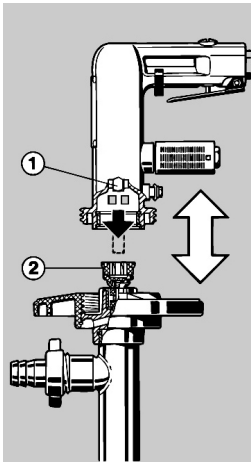

Fig. 4
- La conduite d'amenée d'air principale (6) nécessite une légère pente descendante d'au moins 1% dans le sens du flux, de façon que, en son point le plus bas, l'eau de condensation puisse être vidangée par l'intermédiaire d'une purge (manuelle ou automatique) (7).
- Réaliser les piquages, vers le haut sur une conduite d'amenée principale horizontale (6) et à l'endroit qui ne soit pas le plus bas sur une conduite principale verticale (4). De cette façon on évitera qu'il n'y ait de l'eau de condensation coulant en permanence dans la conduite principale.
- Utiliser l'unité FRL (3), composée d'un filtre à air (3a), d'un régulateur et d'un lubrificateur (3b). Installer cette unité FRL avec un raccordement à filetage d'au moins 1/4" à proximité immédiate du moteur pneumatique (1). Utiliser dans le lubrificateur (3b) une huile machine à hautes performances avec une viscosité d'au moins 20 à 30 mm²/s. La consommation d'huile doit être au moins d'une goutte d'huile par minute.
- Utiliser entre l'unité FRL et le moteur pneumatique un flexible d'air comprimé (2) de 8 à 9 mm de diamètre, pour limiter les pertes de charge.
Poser le moteur d'entraînement sur le corps de pompe. A ce moment le tenon d'entraînement (**Fig. 4 – pos.1**) situé sur le moteur s'enclenche sur l'accouplement (**Fig. 4 – pos.2**) du corps de pompe. A ce moment, à l'aide du volant (filetage à droite), fixer solidement l'un à l'autre le moteur d'entraînement et le corps de pompe.